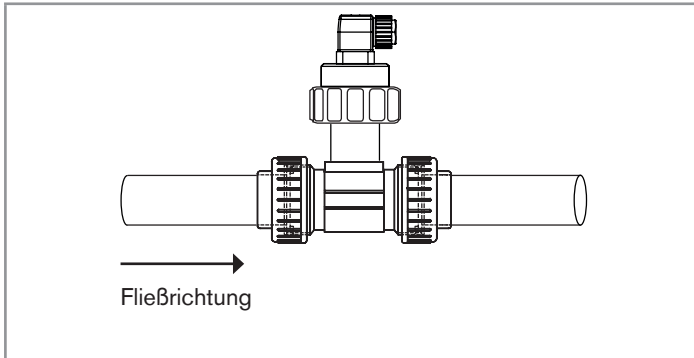
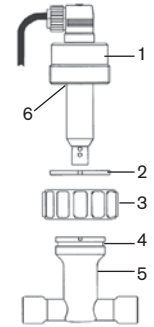

Bild 3: Einbauposition von Fitting mit Gerät auf der Rohrleitung
Bild 4: Installation des 8220 in ein Fitting S020
Das Gerät wird mittels ein Fitting Typ S020 auf der Rohrleitung montiert (siehe Bild 3 und Bild 4).
- Das Fitting (Punkt 5) gemäß der Bedienungsanleitung des verwendeten Fittings und gemäß Bild 3 in die Rohrleitung einbauen.